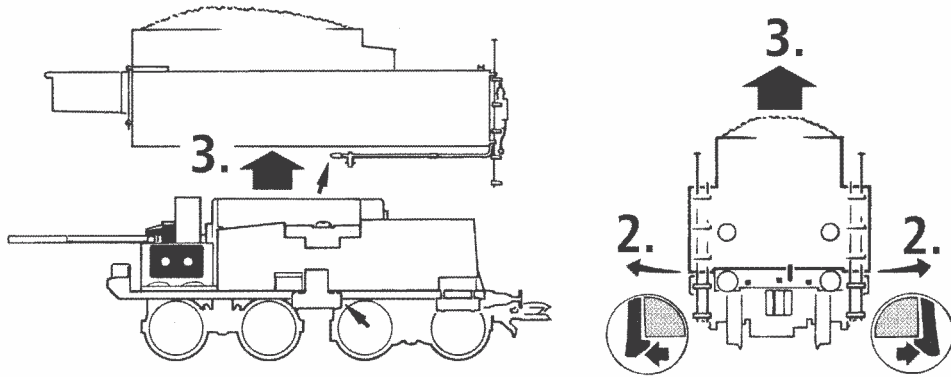

Fig. 6
A.C. operation: see fig. 6
voir fig. 6